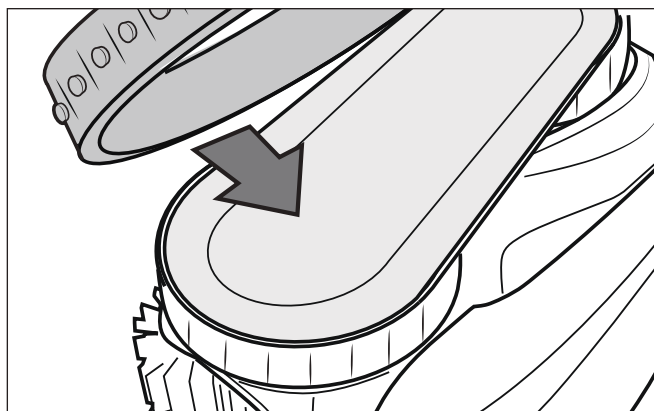

Figure 27. Orientation pour le remplacement de chenille
3. Reposer la chenille sur la roue en alignant la nervure vers le corps du nettoyeur (Figure 27).